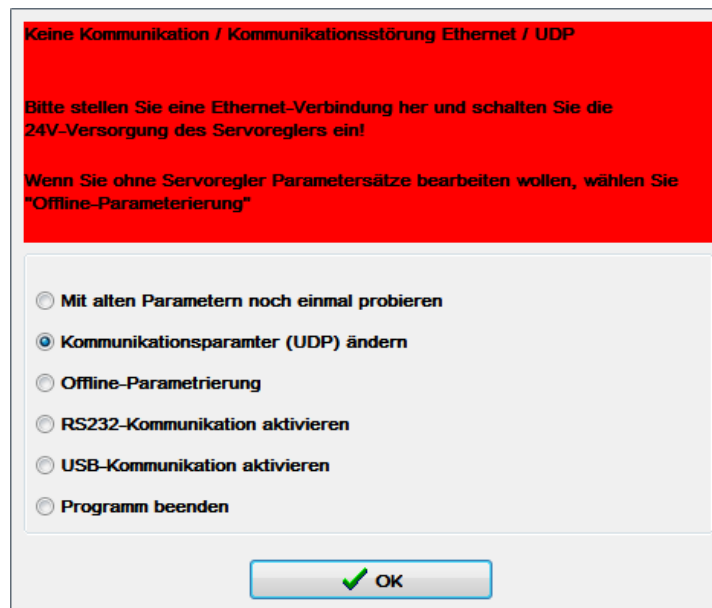

Abbildung 12: Auswahlfenster nach UDP Verbindungsabbruch
3. Anschließend wird das Fenster in *Abbildung 12* angezeigt. Es wird der Menüpunkt **Kommunikationsparameter (UDP)** ändern ausgewählt und mit OK bestätigt.
5. Sind die Einstellungen korrekt, verbindet sich der Afag SE-Commander mit dem Servoregler. Liegt ein Fehler vor, erscheint das Auswahlfenster aus *Abbildung 12*. Die Konfiguration kann nun wiederholt werden bis eine Verbindung zum Servoregler besteht.